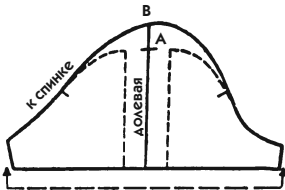

Рис. 648
Чтобы сделать более пышный рукав, следует добавить некоторую величину по высоте. Определите на руке, насколько рукав будет приподнят вверх (засечки А и В на рис. 648) и насколько его надо удлинить внизу, чтобы получить напуск (см. рис. 646).
2. От вершины оката базового лекала рукава (засечка А на рис. 648) продолжите линию долевой нити вверх на высоту, необходимую для пышного напуска (засечка В). В приведенном примере эта величина равна 5 см, однако для рукава с большим расширением это расстояние не ограничено.
3. Чтобы удлинить рукав для формирования напуска, не надо продолжать линии боковых срезов: рукав будет уже, а его надо расширить. Проведите внизу пунктирную линию с маленькими стрелками, как на рис. 648.
Взглянув на рис. 652, вы поймете, что пышность этому рукаву (рис. 651) придается тем же способом, что и рукаву на рис. 648. Это значит, что величину, на которую поднимается линия оката, надо определить непосредственно на руке.